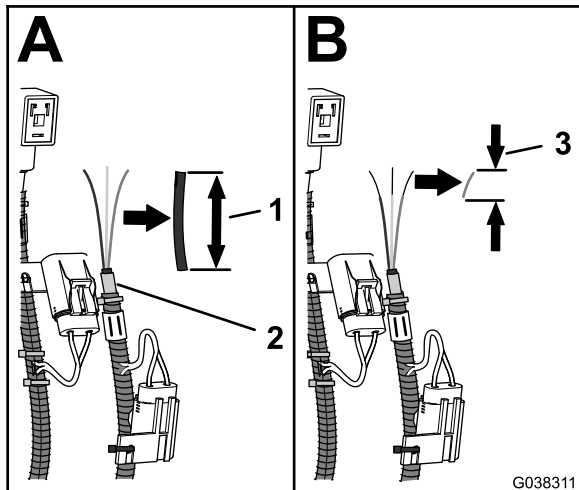

Figura 33
- Retire una sección de 70 mm de la funda del arnés del conector DIN (Figura 33).
- Retire 8 mm de aislamiento de los 3 cables del arnés del conector DIN (Figura 33).